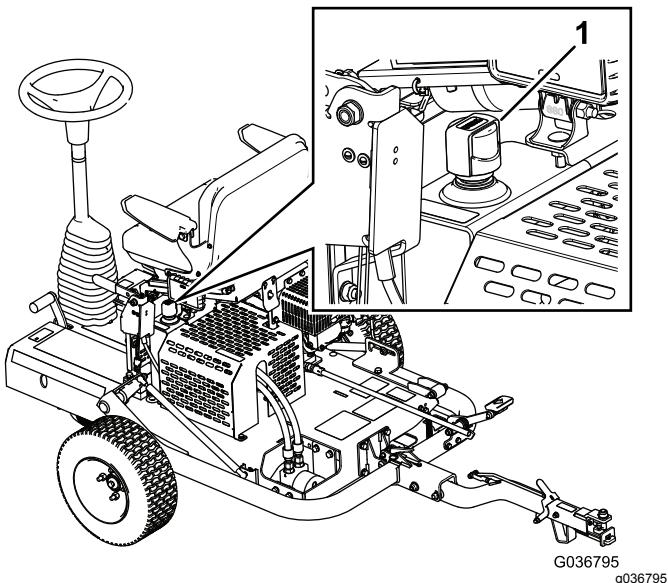

Figura 20
3. Retire el tapón del depósito hidráulico y compruebe el nivel de fluido en la varilla (Figura 20).